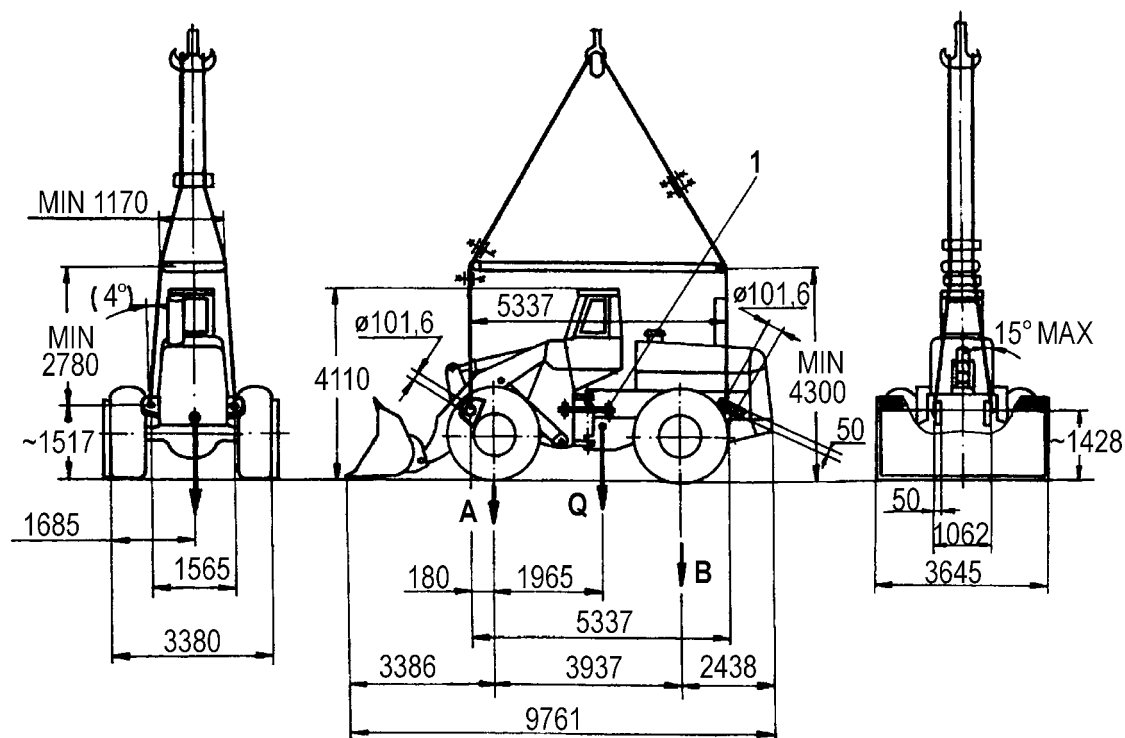

Рис. 3.4. Способ подвески погрузчика для перемещения его краном.
2. При перевозке морским транспортом погрузка машины на морское судно осуществляется, как правило, краном. Поэтому необходимо выбрать такой метод закрепления погрузчика, который обеспечит максимальную безопасность людей, проводящих погрузку, и исключит опасность повреждения машины. Стропы, используемые для подъема погрузчика, следует закреплять только за специально предназначенные для этого петли (швартовочные узлы), имеющиеся на погрузчике. Места расположения швартовочных узлов на машине обозначены соответствующими информационными табличками (смотри Рис.3.4.).
Для вытягивания машины необходимо использовать жесткий буксир, который следует зацепить за буксирный крюк (Рис.3.4.), смонтированный сзади вытягиваемой машины, и затем отбуксировать эту машину в соответствующее место или на дорогу общего пользования.